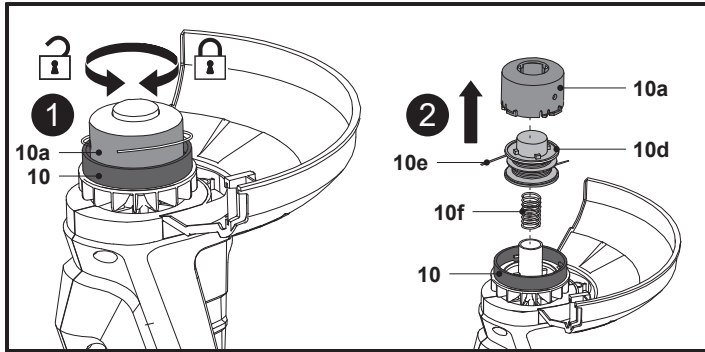

Fig. 14
1. Retourner le produit pour accéder à la tête de coupe (10).
2. Maintenir fermement la tête de coupe-bordures (10) d'une main, puis desserrer le carter (10a) dans le sens inverse des aiguilles d'une montre de l'autre main pour le retirer (Fig. 14, étape 1).
3. Retirer la bobine de coupe-bordures (10d) et le ressort (10f) de la tête de coupe-bordures (10) (Fig 14, étape 2).